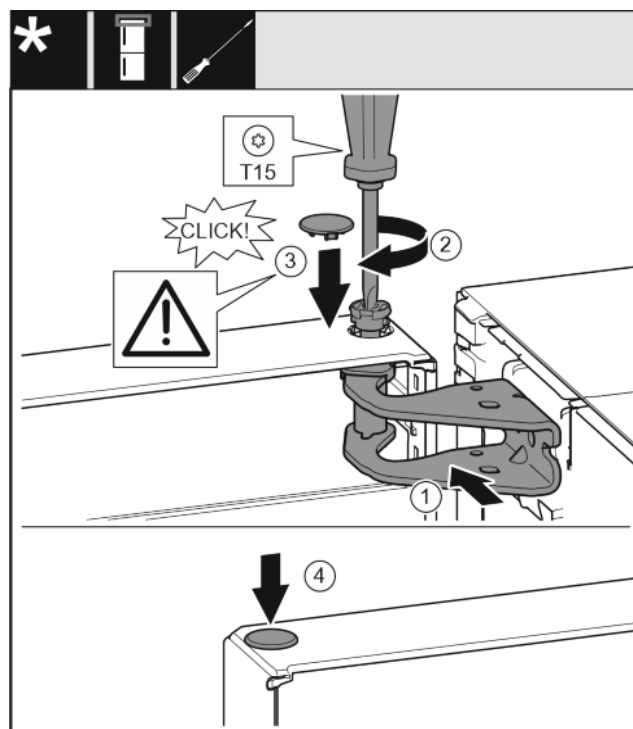

Fig. 17
- ▶ Wyrównać drzwi u góry względem otworu w płytce zawiasu. Fig. 17 (1)
- ▶ Założyć sworzeń i dokręcić śrubokrętem T15. Fig. 17 (2)
- ▶ Zamontować osłonę bezpieczeństwa w celu zabezpieczenia drzwi: Włożyć osłonę zabezpieczającą i sprawdzić, czy przylega ona do drzwi. Ponadto założyć cały sworzeń. Fig. 17 (3)
- ▶ Założyć zatyczkę. Fig. 17 (4)